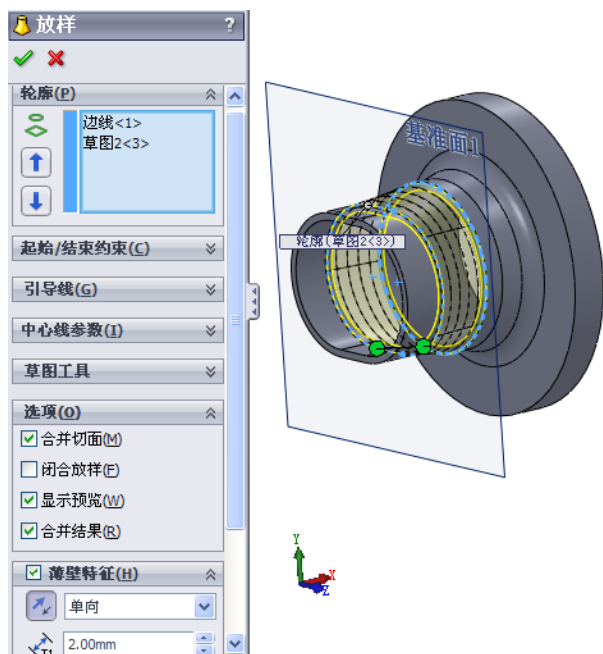

图 7-33 生成放样特征
(1) 选择放样工具。单击“特征”工具栏中的 (放样凸台/基体) 按钮, 或选择菜单栏中的“插入”→“凸台/基体”→“放样”命令, 系统弹出“放样”属性管理器。
(2) 生成放样特征。选择接口基体端部的外扩圆作为放样的一个轮廓，在“FeatureManager 设计树”中选择刚绘制的“草图 2”作为放样的另一个轮廓；勾选“薄壁特征”复选框，展开“薄壁特征”面板，单击（反向）按钮，使薄壁的拉伸方向指向轮廓内部，选择拉伸类型为“单向”，在（厚度）文本框中输入“2”，其他选项设置如图 7-33 所示，单击（确定）按钮，创建长圆段与基体端部圆弧段的过渡特征。